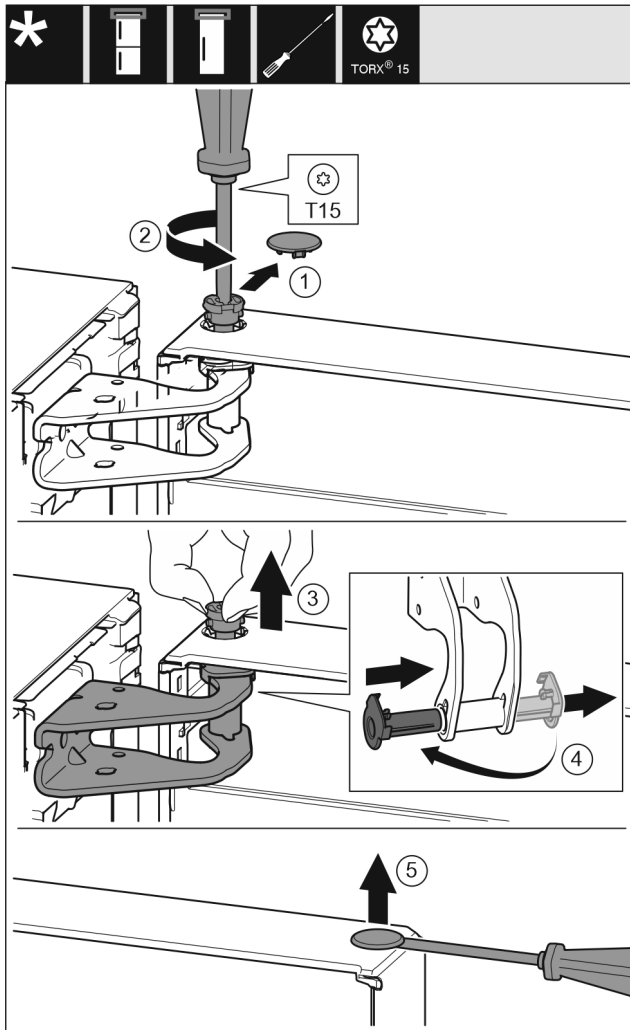

Fig. 10
- ▶ Desenroscar un poco el perno con el destornillador T15. *Fig. 10 (2)*
- ▶ Sujetar la puerta y extraer el perno con los dedos. *Fig. 10 (3)*
- ▶ Extraer el casquillo de apoyo de la guía. Introducirlo y encajarlo desde el otro lado. *Fig. 10 (4)*
- ▶ Levantar cuidadosamente el tapón del casquillo de apoyo de la puerta con un destornillador para tornillos de cabeza ranurada y extraerlo. *Fig. 10 (5)*